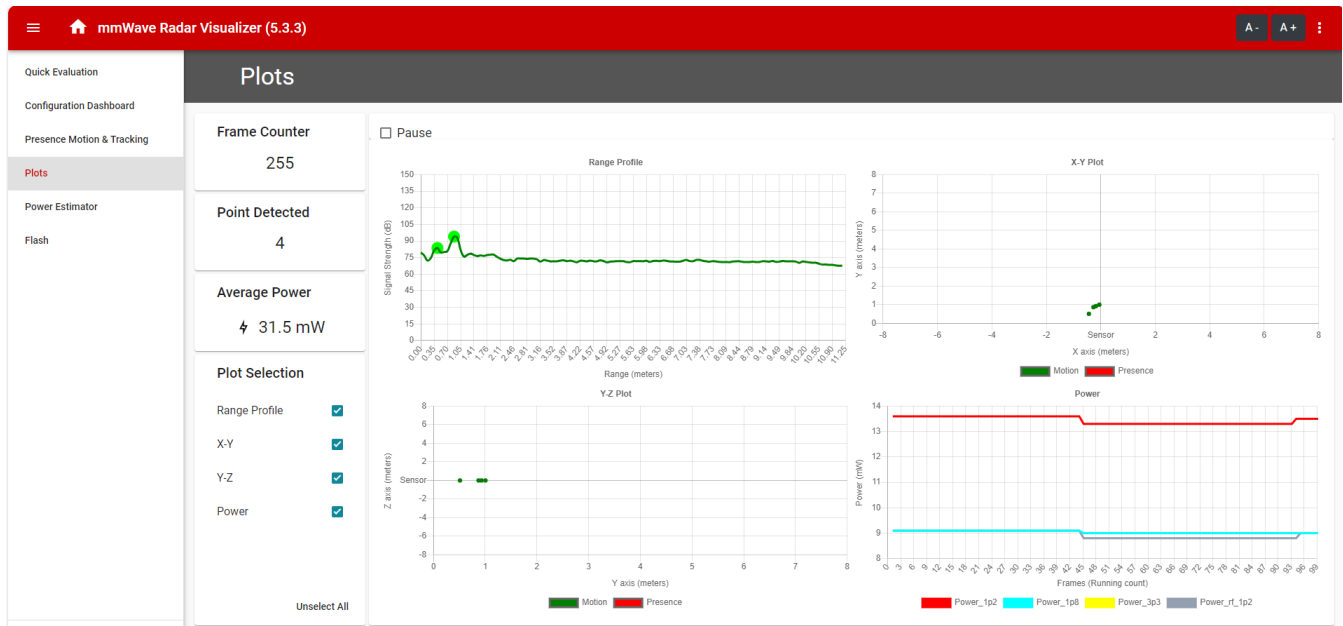

图 3-4. 可视化工具中的“Plots”选项卡
5. 成功发送配置后，*Plots* 选项卡会通过雷达点云信息显示距离图。与图 3-4 中显示的类似。